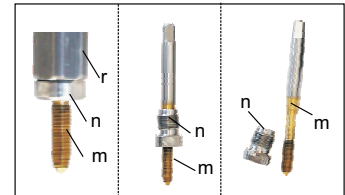

BILD 15
- Die Mutter (n) lösen, während die Spindel festgehalten wird (BILD 15);
- Den Gewindeformer (m) mit der Mutter (n) herausziehen (BILD 15);
- Die Taste OFF auf dem Touch Screen drücken, um die Maschine wieder einzuschalten (ON).